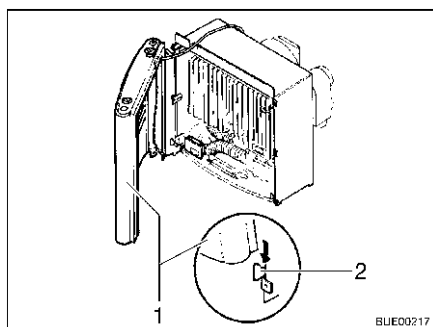

Fig. 83 Copertura del riscaldamento, passanti di sostegno
- Montare la copertura del riscaldamento. Collocare la copertura (Fig. 83,1) sui passanti di sostegno inferiori (Fig. 83,2).